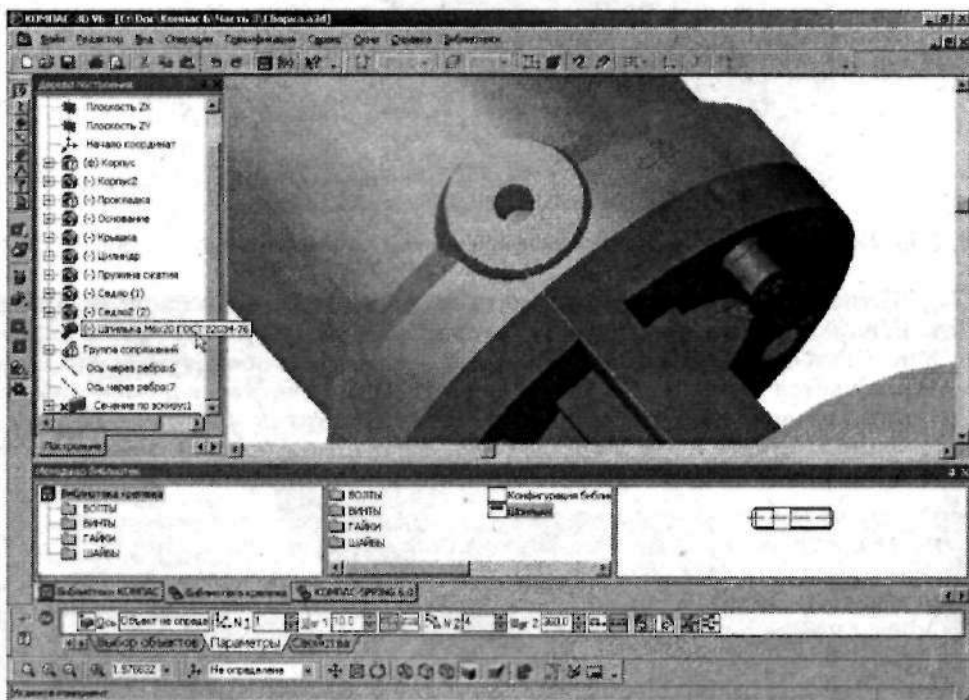

Рис. 3.60. В Дереве построений щелкните по заголовку *Шпилька*
10. В Дереве построений щелкните по заголовку *Шпилька* (рис. 3.60).